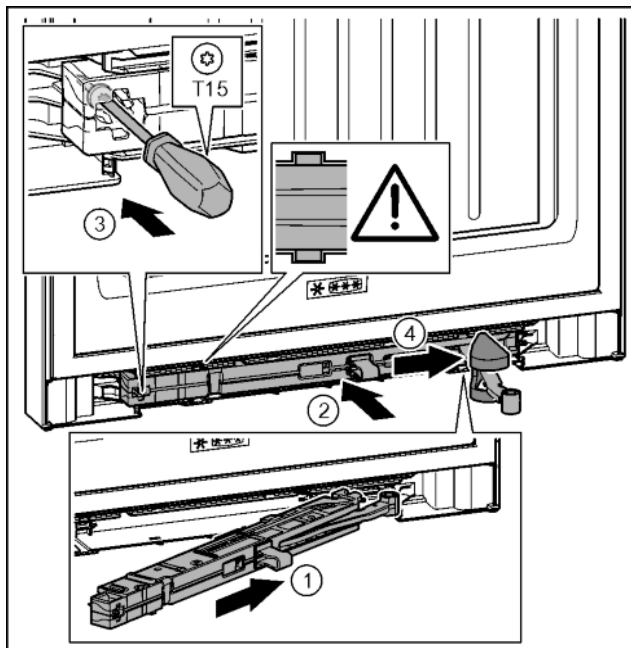

Fig. 38
- ▶ Sluitdempereenheid aan de zijde van de lagerbus tot de aanslag schuin in de uitsparing schuiven. Fig. 38 (1)
- ▶ Sluitdempereenheid volledig in de uitsparing schuiven. Fig. 38 (2)
- ▶ Schroef met een schroevendraaier T15 vastschroeven. Fig. 38 (3)
- ▶ Afdekking over het scharnier schuiven. Fig. 38 (4)